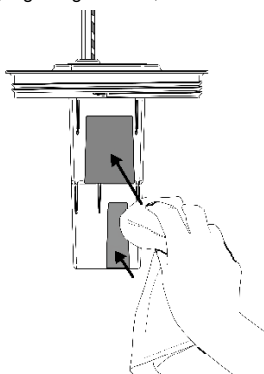

Fig. 10 Rengöring/underhåll
- Fig. 10 Rengöring/underhåll
För bästa resultat måste sensorytorna rengöras från skräp/avlagringar regelbundet, minst var 3:e månad. Se fig. 10. Använd inte skurande rengöringsmedel.